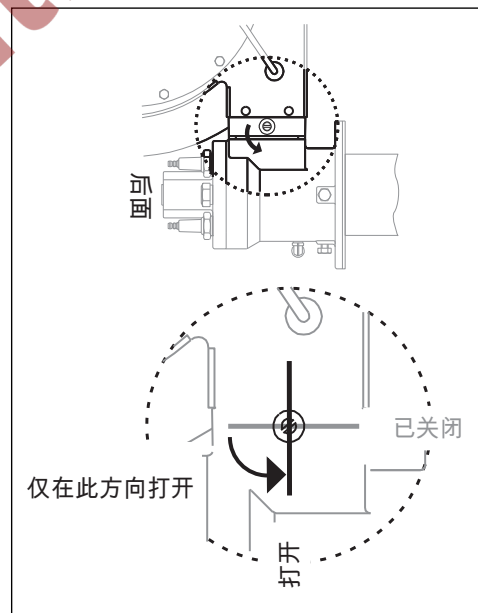

图 4.1 空气蝶阀开启方向
8. 验证执行器如图 4.1 所示向燃烧器的后面打开空气蝶阀。如果没有，请参阅执行器资料中关于如何扭转方向的说明。